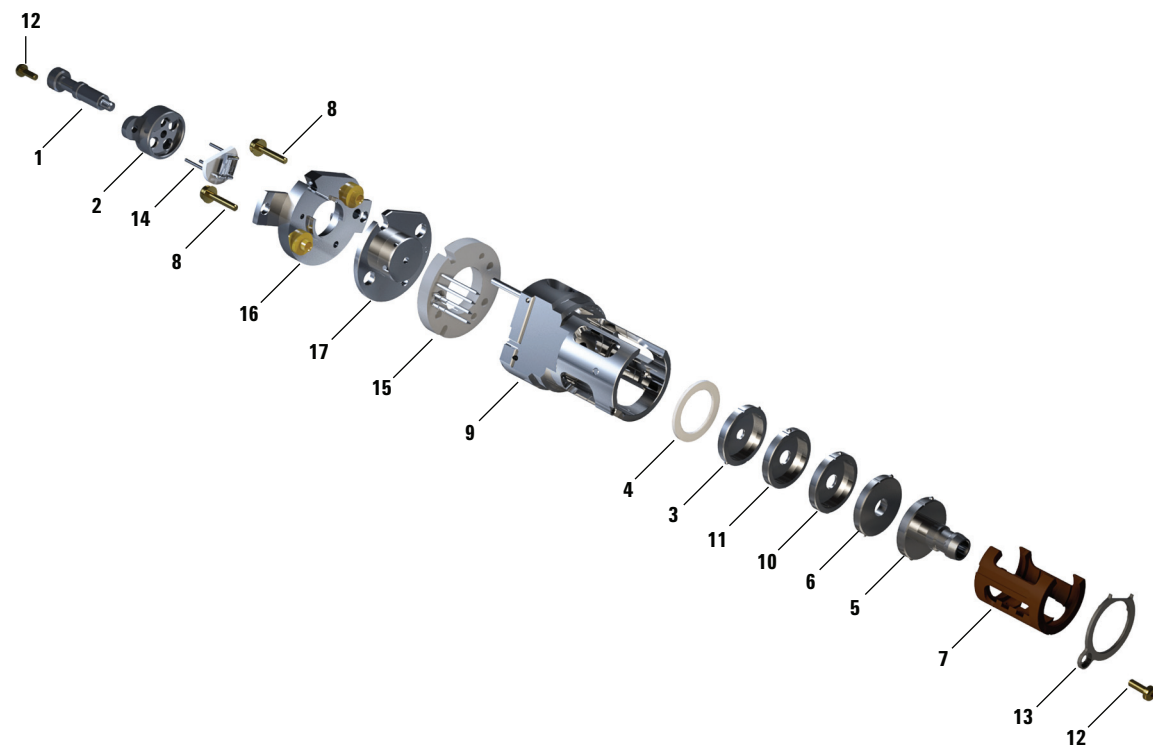

图 55 组装 EI HES
在使用此步骤时，请参考分解部件视图（图 55）和 EI HES 部件列表（表 20（第 154 页））。
- 3 将已装入绝缘体的透镜组插入离子源体。（请参阅图 55（第 154 页）。）
表 20 EI HES 的部件列表 (图 55)
表 20 EI HES 的部件列表 (图 55) (续)